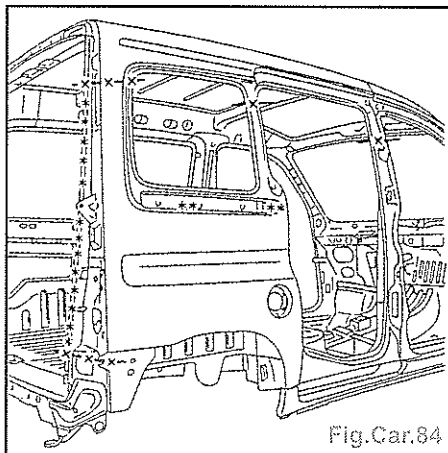

Fig.Car.84
- Tracer puis découper à l'aide d'une scie (Fig.Car.84).